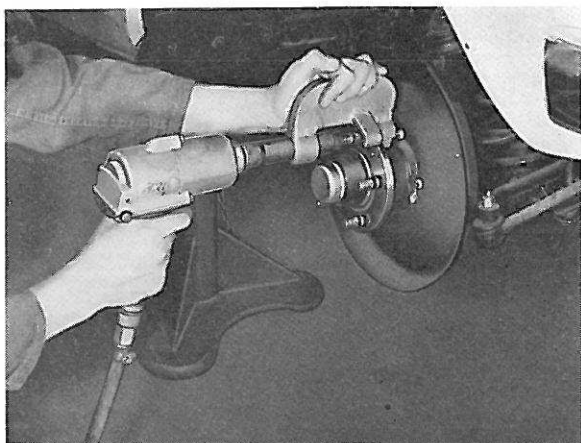

Figure 21. Démontage d'un boulon de roue
2. Disposer l'outil-presse 2862, sans les pièces accessoires, comme le montre la figure 21 et faire marcher ensuite le serre-écrous pneumatique jusqu'à ce que le boulon soit complètement desserré. S'il y a du jeu entre l'ancien boulon et le moyeu, il faudra faire une mesure de contrôle. Si l'alésage à boulon dépasse 16,27 mm, il faudra remplacer le moyeu.